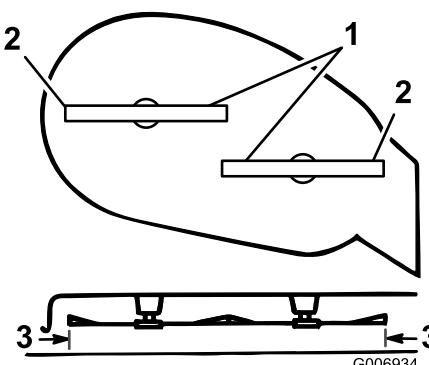

Figure 35
5. Tournez prudemment les lames pour qu'elles soient parallèles dans le sens transversal (Figure 35).
- 6. Mesurez la distance entre les tranchants extérieurs et le sol plat (Figure 35). Si les deux mesures diffèrent